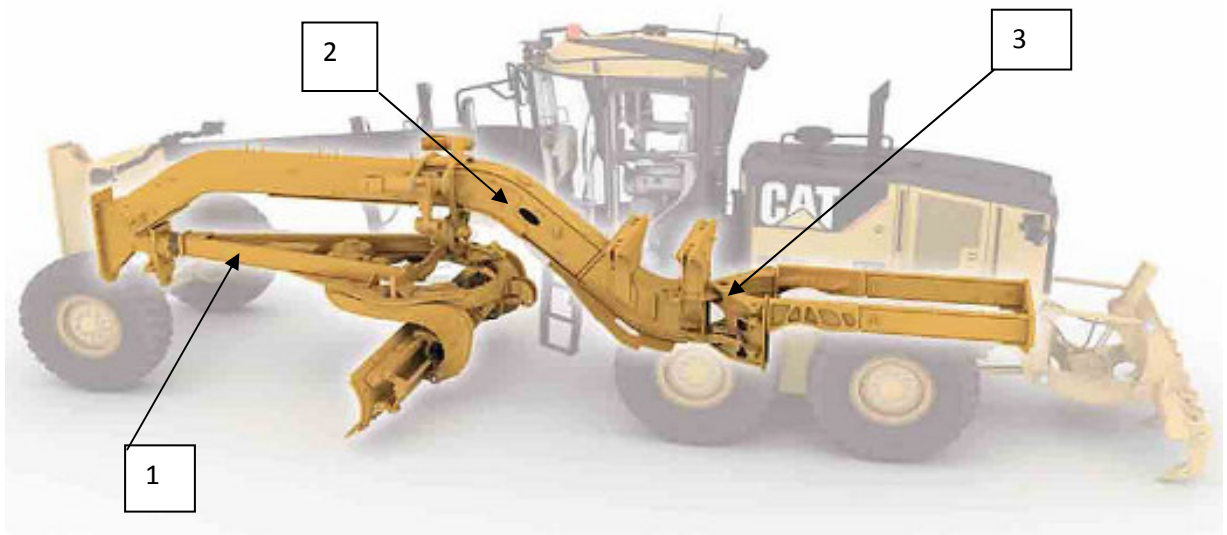

Рис. 15
21. На рис. 15 позиция 1 представлена